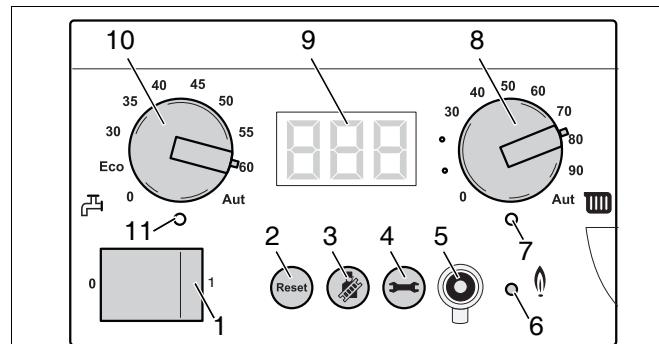

Fig. 65 Regolatore di base BC10
- Attivare l'impianto di riscaldamento agendo sull'interruttore d'esercizio del regolatore di base Logamatic BC10 (fig. 65, pos. 1).
- Mantenere premuto il tasto "Spazzacamino" (fig. 65, pos. 3) (per circa due secondi), finché sia visualizzato il punto nella parte inferiore destra del display (fig. 65, pos. 9). Vedere anche Tabella 8, „Prova di combustione“, pag. 37.
- Dopo l'accensione del LED "Bruciatore" (fig. 65, pos. 6) attendere un minuto, finché la caldaia funzioni a pieno carico.
- Premere il tasto "Indicazione di stato" (fig. 65, pos. 4) tante volte quanto necessario affinché sul display compaia l'indicazione della temperatura.
- Premere il tasto "Spazzacamino" (fig. 65, pos. 3) per concludere la misurazione. Vedere anche tab. 8, „Prova di combustione“, pagina 37.
- Disattivare l'impianto di riscaldamento agendo sull'interruttore di esercizio del regolatore di base Logamatic BC10 (fig. 65, pos. 1).
- Dopo l'accensione del LED "Bruciatore" (fig. 65, pos. 6) attendere un minuto, finché la caldaia funzioni a carico parziale.
- Premere il tasto "Spazzacamino" (fig. 65, pos. 3) fino alla scomparsa del punto sul display.
- Mantenere premuto il tasto "Spazzacamino" (fig. 65, pos. 3) (per circa due secondi), finché sia visualizzato il punto nella parte inferiore destra del display (fig. 65, pos. 9). Vedere anche tab. 8, „Prova di combustione“, pag. 37.
- Premere il tasto "Spazzacamino" (fig. 65, pos. 3) per concludere la misurazione. Vedere anche tab. 8, "Prova di combustione", pagina 37.